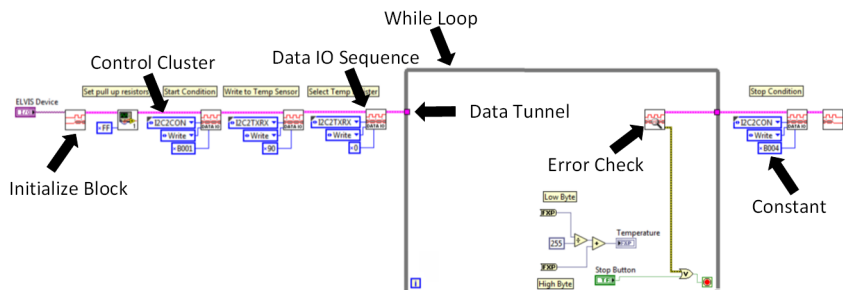

Рис. 2.12. Начальная диаграмма виртуального прибора
2. Откройте блок-схему прибора. Общая схема функции уже реализована, включая блок Set I2C Pullups, который обрабатывает регулировку сопротивления подтягивания линии данных I2C, и блоки Data IO Sequence, которые записывают в I2C2CON и I2C2TXRX для выбора датчика температуры и записи 0x00 в указатель регистра. Также присутствует формирование выходных данных и кнопка Stop для остановки цикла while. На рис. 2.12 показано начальное состояние VI с некоторыми важными помеченными компонентами.